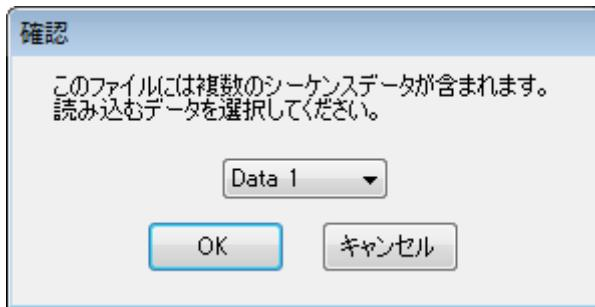

図5-12 シーケンスデータ選択ダイアログ
- “BP0421 シーケンス編集ソフトウェア”で作成した複数台の機器のシーケンスデータを含むファイルを開くと、図5-12のダイアログが表示されます。データを一つ選択して **OK** をクリックすると、選択したデータを読み出します。